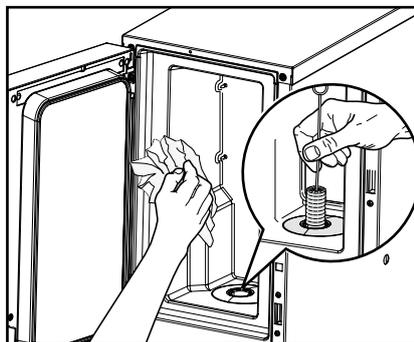

Fig. 35
4. Limpe a área interna do compartimento de frio (Fig. 35):